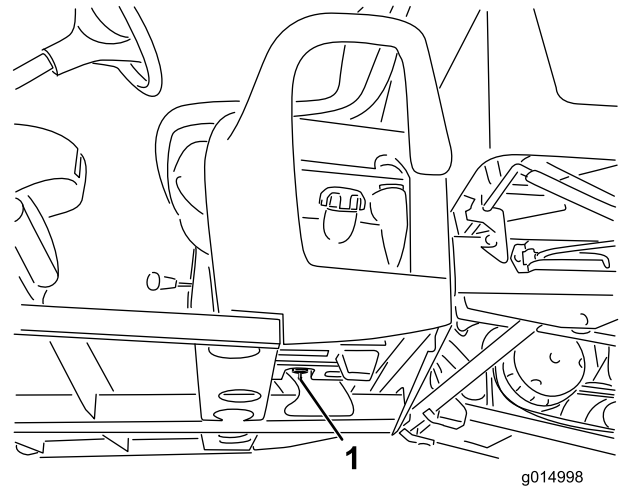

Bild 25
4. Prüfen Sie die Luftfilteröffnung im Aktivkohlefilter und stellen Sie sicher, dass sie sauber ist und keine Rückstände oder Verstopfungen aufweist (Bild 25).